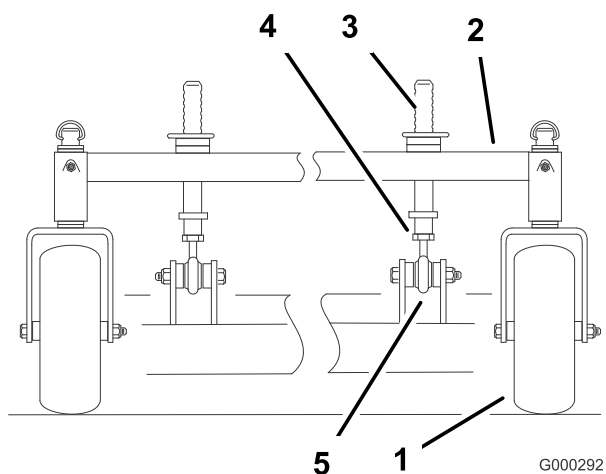

Figura 59
1. Para cambiar la inclinación longitudinal, pueden ajustarse los pilares delanteros de ajuste de altura de corte (Figura 59).
- Para elevar la parte delantera de la carcasa, afloje la contratuerca y haga girar el pilar delantero en el sentido de las agujas del reloj (Figura 59).
- Para bajar la parte delantera de la carcasa, afloje la contratuerca y haga girar el pilar delantero en el sentido contrario de las agujas del reloj (Figura 59).
- Coloque las cuchillas en posición longitudinal. Mida en las posiciones **C** y **D** (Figura 59) desde una superficie nivelada hasta el filo de corte de las cuchillas.
- Apriete las contratuercas (Figura 59).